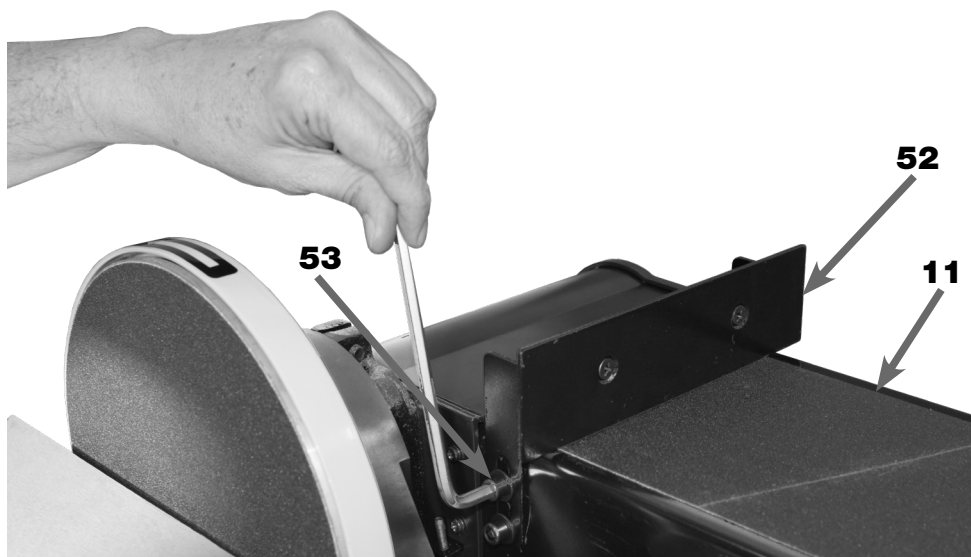

FIGURA 25 – Fixação do Batente
4. FIXAR o Batente (52) com os 4 Parafusos de Fixação (53) (allen M8x16) (figura 25);
5. VERIFICAR se há interferência do Batente (52) com a Lixa de Fita (11):
- a. Se ocorrer, ELIMINAR essa interferência levantando o Batente (52) em relação a Lixa de Fita (11);
6. ENCAIXAR a Palheta de Segurança (61) na Chave LIGA/DESLIGA (23) e CONECTAR o Plugue de Alimentação (25) na Rede Elétrica.